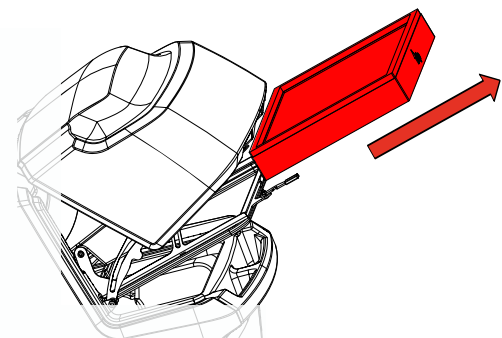

Abb. 43
- Staubfilter aus der Maschine nehmen. (Abb. 43)